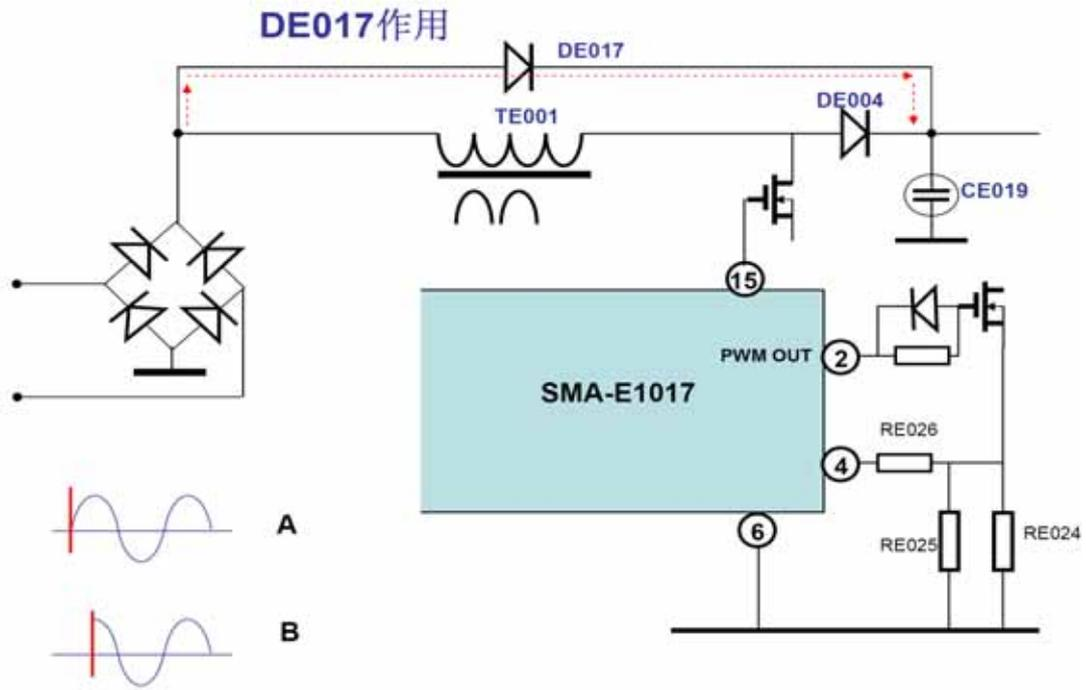

图 11 启动冲击电流限制 DE017 的作用
**DE17 的作用：**启动冲击电流限制，参见图 11。每次在电源开关接通的瞬间，加到电感上的可以是交流正弦波的任意瞬时值，如果是在正弦波的过零点附近 A 图 ( $V\sin\omega st$ )，那么在电感 TE001 上电流的增长将是比较缓慢，TE001 上的自感电势也比较低；如果在电源开关接通瞬间是在正弦波的最大值峰点附近 B 图 ( $V\cos\omega st$ )，那么给电感所加的是一个突变的电压，会引起电感上产生极大的自感电势，该电势会大于所加电压的两倍，并形成较大的电流对后面的电容充电，轻则引起输入电路的保险丝熔断，重则引起滤波电容及斩波管击穿。设置 DE017 后，在接通电源的瞬间，由 DE017 导通并对 CE019 充电，使流过 TE001 的电流大大减小，产生的自感电势也要小得多，对滤波电容和斩波管的危害及保险丝的熔断可能也要小得多（在开机正常工作时，由于 DE017 右面为 B+PFC，电压比左面高，DE017 呈反偏截止状态）。